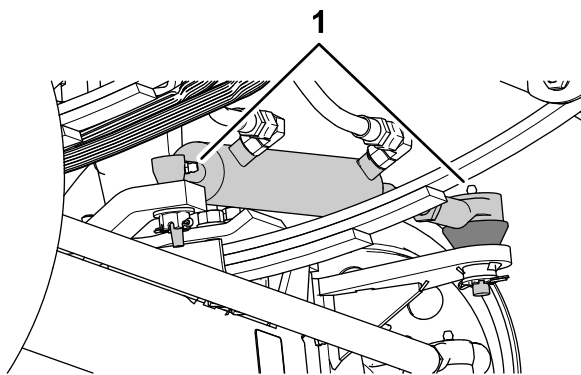
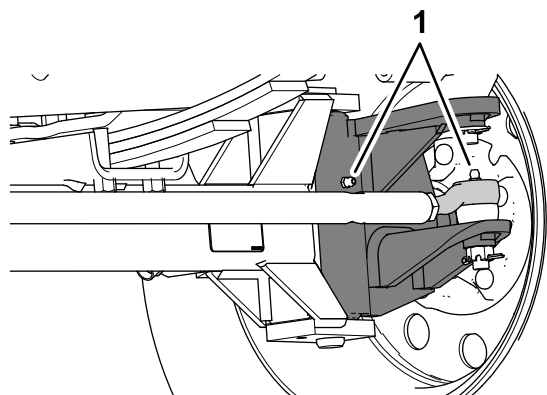

Figura 68
Figura 69
1. Limpie los engrasadores (Figura 68 y Figura 69).
2. Bombee grasa en los engrasadores (Figura 68 y Figura 69).
Nota: La ubicación de los engrasadores se indica en Figura 68.